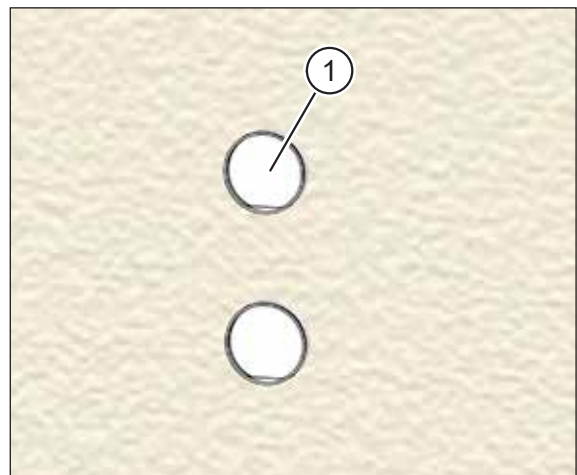

Abb. 33: Montageset außen verputzt
- ▶ Entfernen Sie beide Putzschutzhülsen (Pos. 1 in Abb. 33).